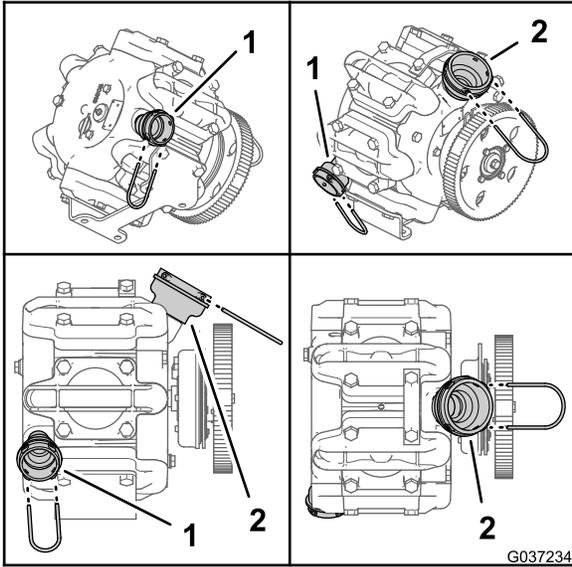
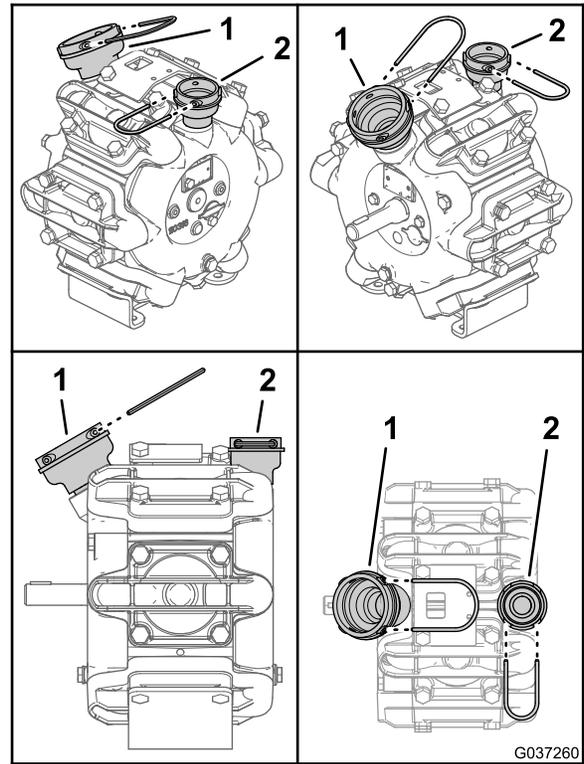

Bild 2
Bild 3
1. Notieren Sie sich bei ausgebauter Sprühpumpe die Stellung der Halter und Haltebuchsen des Druckanschlusses, siehe Bild 2 oder Bild 3.
2. Notieren Sie sich die Stellung der Halter und Haltebuchsen des Versorgungsanschlusses, siehe Bild 2 oder Bild 3.
5. Ziehen Sie das Anschlussstück mit der Hand soweit fest, bis die Haltebuchsen wieder so ausgerichtet sind, wie Sie dies zuvor in Schritt 2 von 2 Die Stellung der Armaturen der Sprühpumpe feststellen (Seite 1) an der alten Pumpe notiert hatten, siehe Bild 2 oder Bild 3.
7. Ziehen Sie das Anschlussstück mit der Hand soweit fest, bis die Haltebuchsen wieder so ausgerichtet sind, wie Sie dies zuvor in Schritt 1 von 2 Die Stellung der Armaturen der Sprühpumpe feststellen \(Seite 1\) an der alten Pumpe notiert hatten, siehe Bild 2 oder Bild 3.